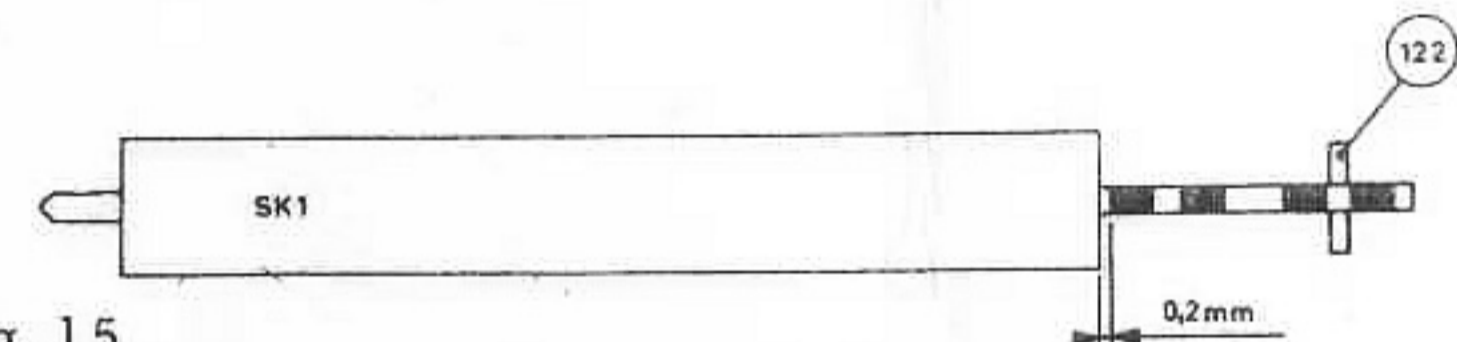

Fig. 15
- Omkopplaren skall vara i läge enl. fig. 15
- Justera genom att böja vinkeln (40)